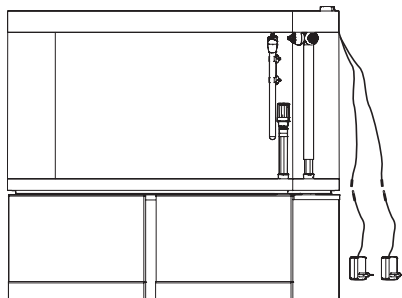

Fig. 9
3. Raccorder les appareils d'éclairage aux pilotes pour DEL avec leur raccords (Fig. 9).